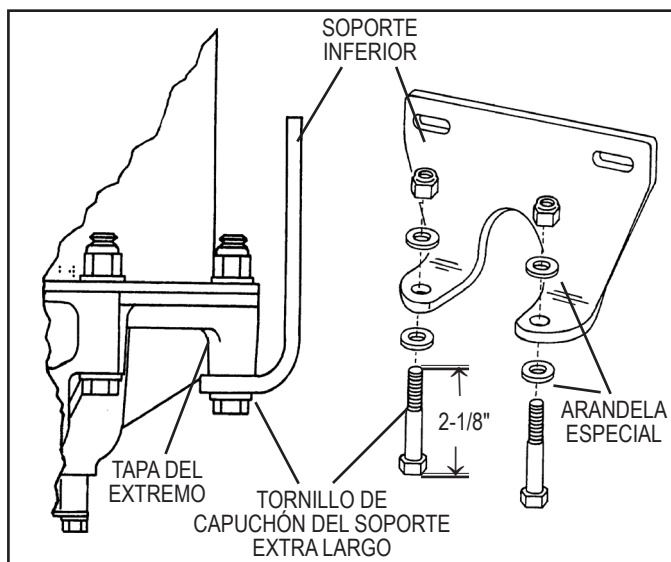

FIGURA 14 - INSTALACIÓN DEL SOPORTE INFERIOR
1. Instale el secador de aire AD-9® o AD-9® IPC de Bendix® armado de nuevo en el vehículo, deslizándolo en el soporte de montaje superior. Alinee los dos agujeros no utilizados en la tapa del extremo con el soporte de montaje inferior, de modo que el soporte inferior sostenga el secador de aire. La tapa del extremo del secador de aire deberá descansar en el soporte. Los dos tornillos de capuchón de 9,5 mm (3/8 de pulg.) restantes, las cuatro arandelas especiales y las dos tuercas de bloqueo fijan el secador de aire al soporte inferior. Apriete, luego aplique torsión entre 270 y 385 pulg./lb a los dos tornillos de capuchón restantes. Vea la figura 14.